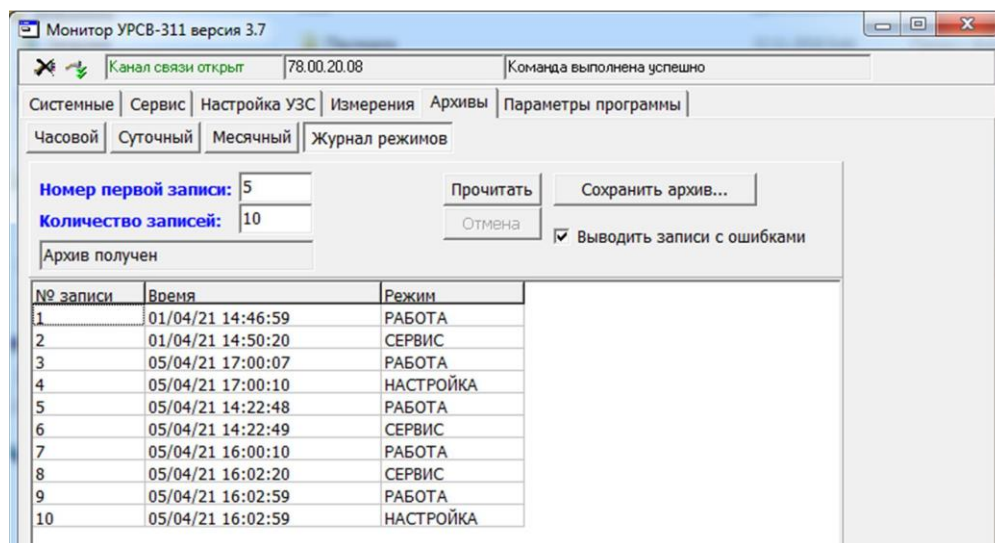

Рис.13. Вид окна «Журнал режимов».
4.1.6. Аналогичным образом на монитор ПК выводится окно «Журнал режимов» (рис.13).